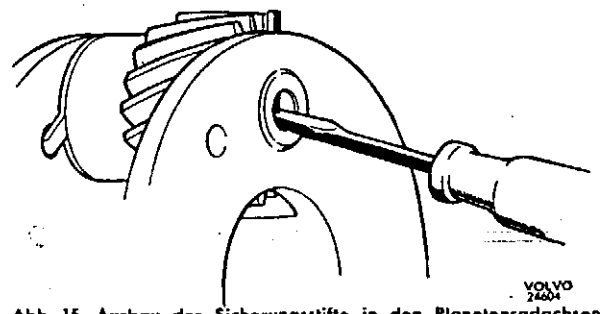
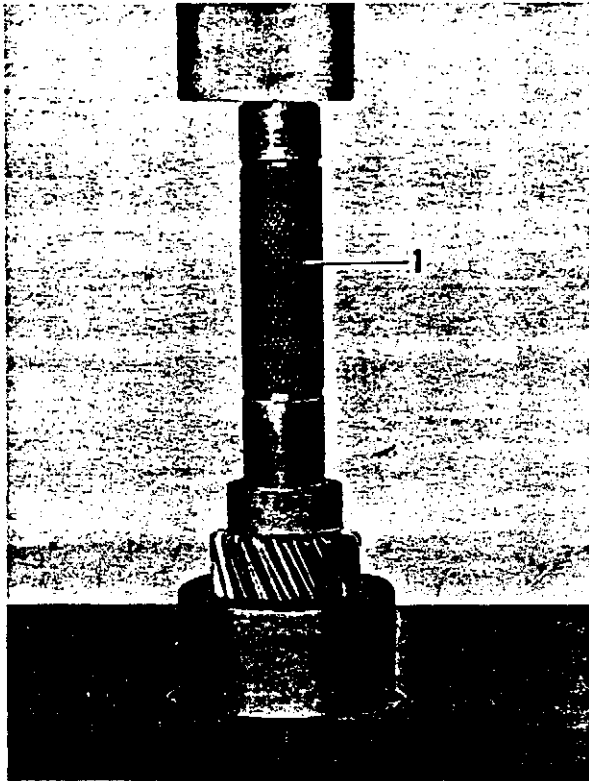

Abb. 15 Ausbau der Sicherungsstifte in den Planetenradachsen
Abb. 16 Ausbau des Nadellagers im Planetenrad
- Muttern, welche die Bremstrommel (41), die vordere Gehäusehälfte (48) und die hintere Gehäusehälfte (20) zusammenhalten, lösen. Die Schrauben nach und nach rundherum lösen, so daß eine Schrägspannung der Federn vermieden wird. Die vordere Gehäusehälfte und die Bremstrommel abheben.
- Kupplungslamelle (43) komplett mit Drucklager und Sonnenrad herausheben. Die vier Federn und die Druckplatte entfernen. Sicherungsringe für Sonnenrad (46) und Lager entfernen. Sonnenrad herausnehmen. Lager von der Kupplungslamelle abziehen. Lager aus dem Lagerhalter herauspressen.
- Planetenrad (38) und Planetenradträger (45) abheben. Sicherungsstifte (42) für die Planetenradachsen entfernen, und zwar erst mit einem Dorn oder dergl. herausdrücken, siehe Abb. 15, und danach mit einer Zange herausziehen. Geht dies nicht, so sind die Stifte mit einem geeigneten Bohrer auszubohren. Planetenradachsen herauspressen und Planetenräder abnehmen. Die Nadellager in den Planetenrädern können mit dem Dorn SVO 2417 herausgepreßt werden, siehe Abb. 16.